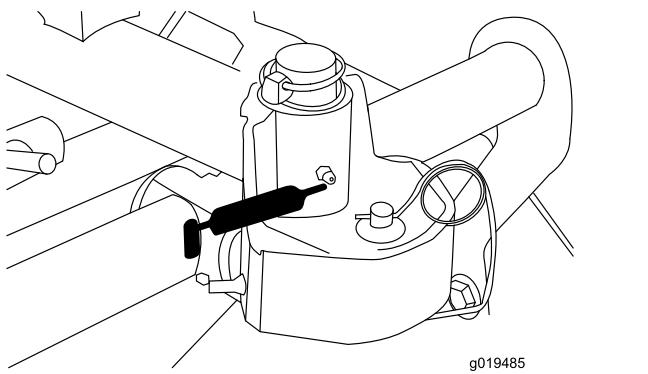

Figure 35
- Bâti porteur d'unité de coupe et pivot (2) (Figure 35)